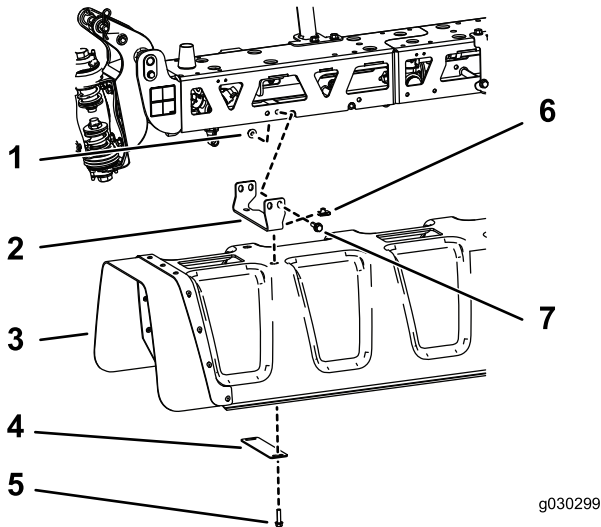

Bild 8
1. Befestigen Sie die mittlere Abdeckung mit acht U-Muttern, vier Scheibenplatten und acht Sechskantschrauben (5/16" x 1¼") an der Halterung, wie in Bild 8 abgebildet.
2. Befestigen Sie jede der vier mittleren Halterungen und Ausleger-Befestigungsplatten mit vier Sechskantschrauben (3/8" x 1¼") und vier Bundmuttern (3/8") am mittleren Ausleger, wie in Bild 8 abgebildet.